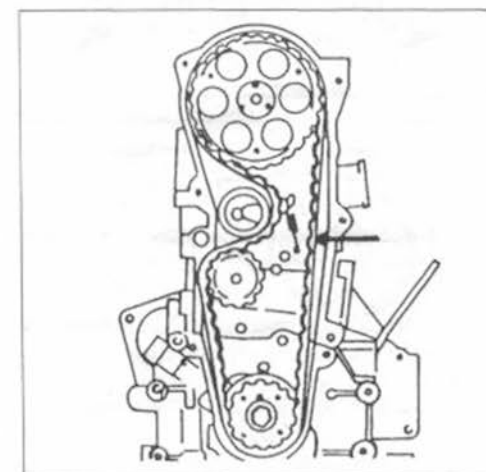

Рис. 67.
- в случае, если применяется старый ремень, замерять натяжение ремня между обеими приводными шестернями в месте, показанном на рис. 67. Для этого нужно повесить пружинные весы на ремень и тянуть его наружу с усилием 10 кг. Ремень должен подвинуться на 5,5-6,5 мм у FE-двигателя, а у двигателя F6 или F8 — на 4,0-5,0 мм.